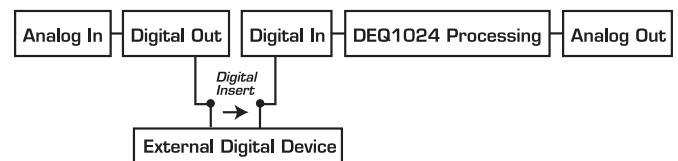

Abb. 2.5: Signalfluss im PRE EQ-Modus
- 11 Durch langes Drücken des **CONFIG**-Tasters wird die generelle Betriebsart des Geräts gewählt: **ANALOG** (grüne LED), **DIGITAL** (gelbe LED), **PRE EQ** (gelbe LED) oder **POST EQ** (gelbe LED). Im PRE EQ und POST EQ-Modus können die rückwärtigen digitalen Anschlüsse als digitaler Einschleifpunkt (Insert), beispielsweise für einen zusätzlichen Dynamikprozessor, verwendet werden. Im PRE EQ-Modus befindet sich der Insert-Punkt vor dem EQ, im POST EQ-Modus hingegen dahinter (siehe Abb. 2.5 und 2.6).